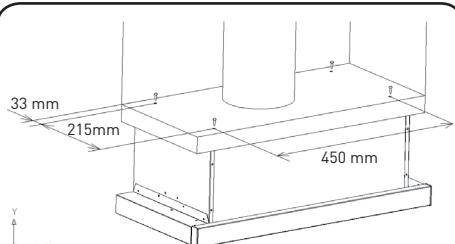

Abbildung 5
2. Installieren Sie die Dunstabzugshaube unter dem Hängeschrank und befestigen Sie sie mit den vier beiliegenden Schrauben. (Abbildung 5)